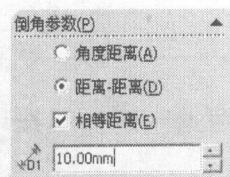

图 1-15 “倒角”属性管理器
1) 在草图绘制状态下，直接单击“绘制倒角”命令，这时在左窗格中显示“倒角”属性管理器，如图 1-15 所示。